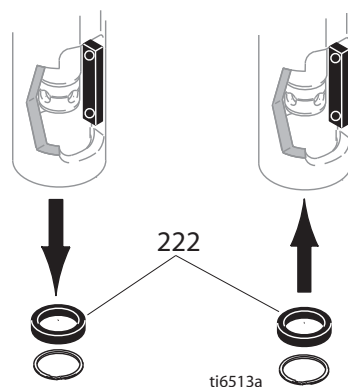

Fig. 10
- 4 Fig. 10. Desmonte el anillo magnético (150).
- 1 Fig. 10. Instale un nuevo anillo magnético (222) con las marcas abolladas dirigidas hacia abajo.